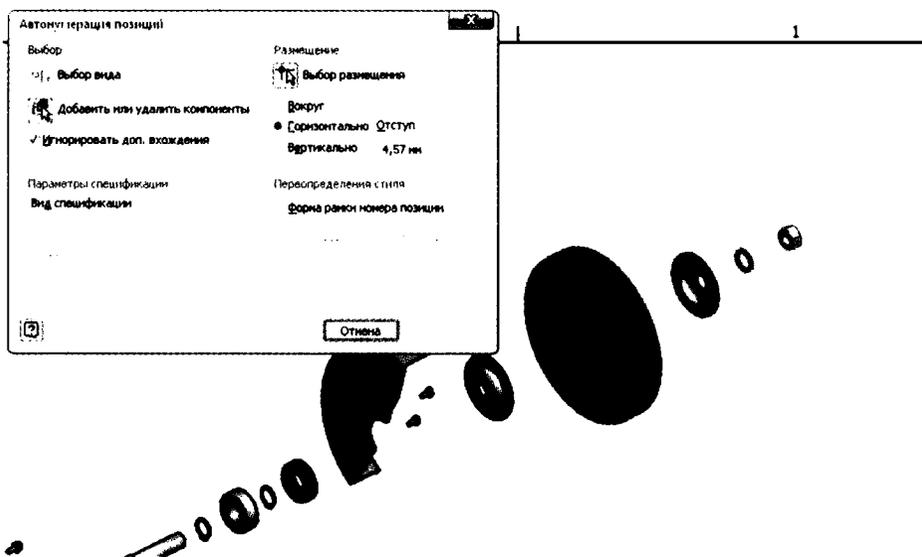

Рис. 6.19. Выберите компоненты, которые будут пронумерованы
4. Выделите несколько компонентов рамкой снизу направо разнесенного вида. См. рис. 6.19.